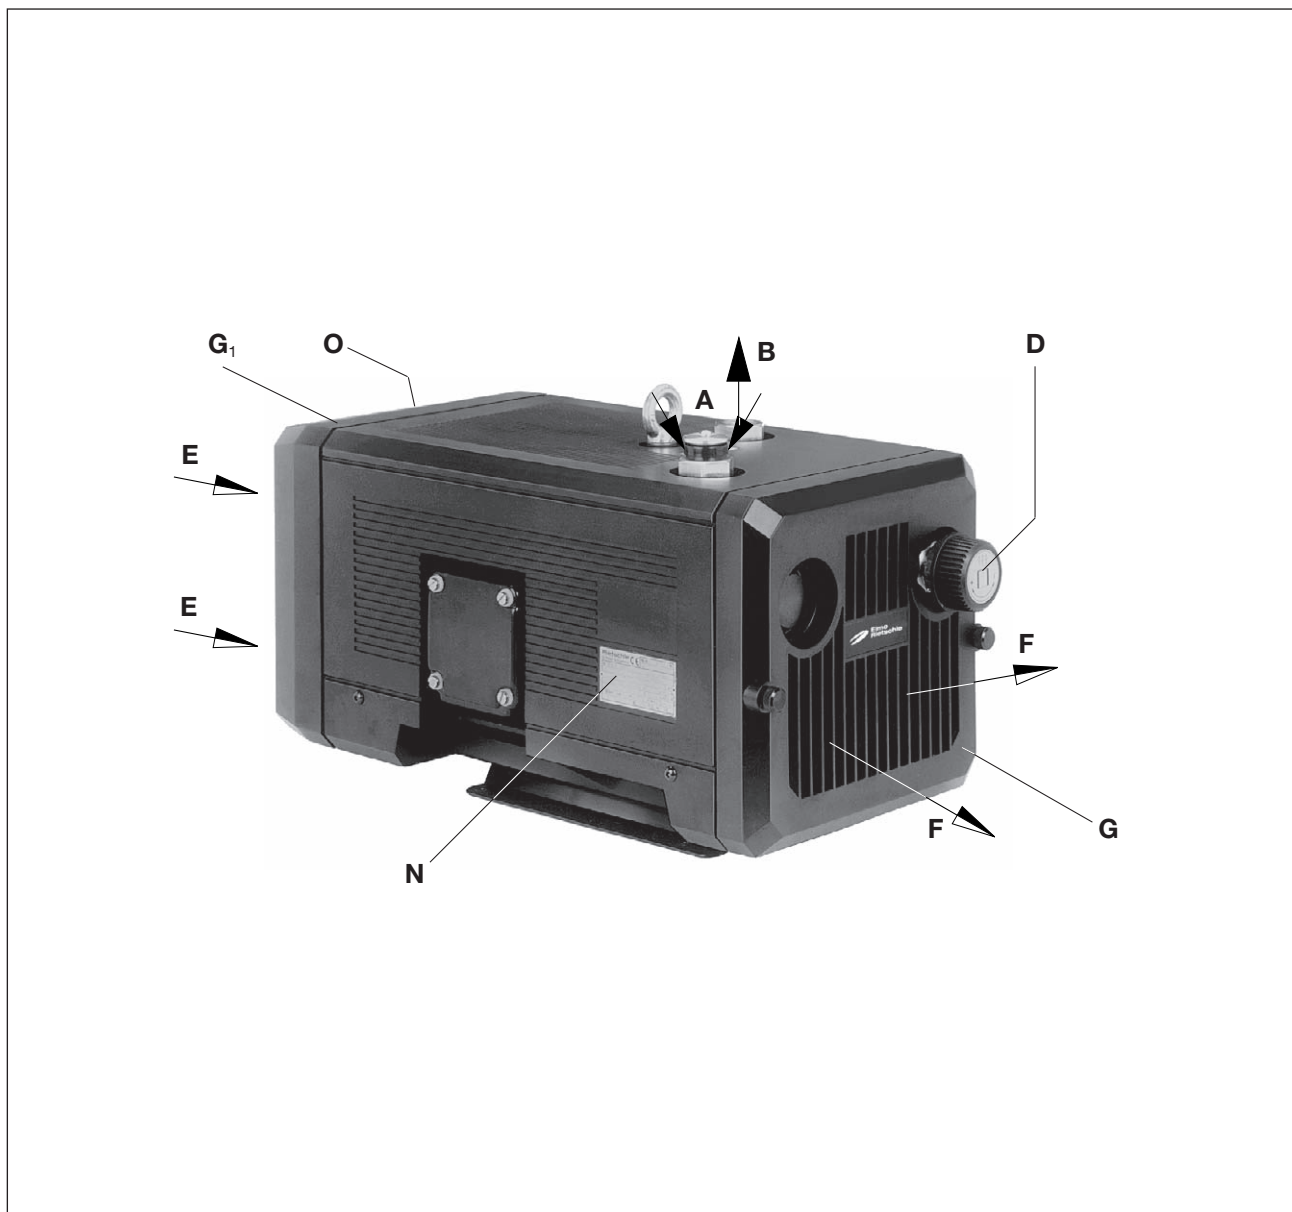
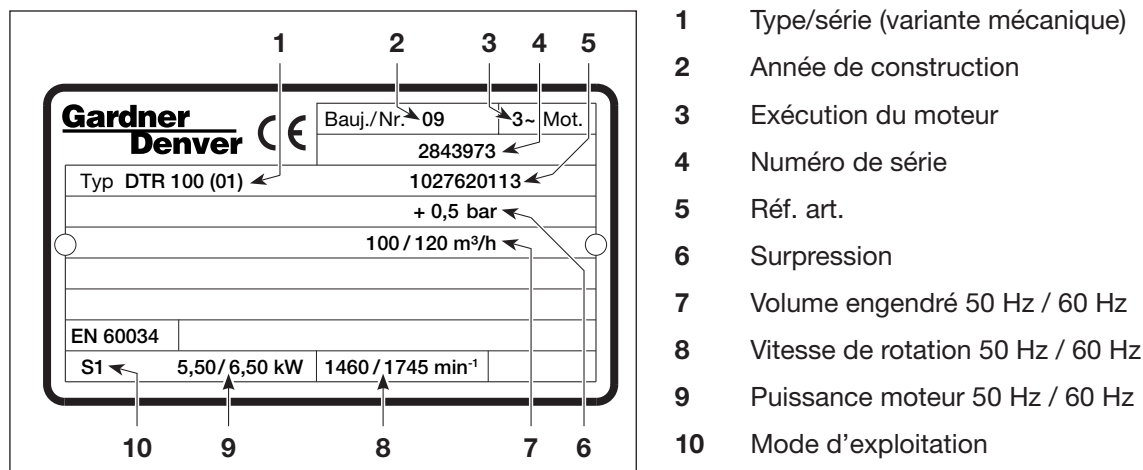

Fig. 2 Compresseur V-DTN
Fig. 3 Etiquette caractéristique (exemple)
Le moteur et le compresseur partagent le même arbre. La valve de réglage (fig. 2/D) permet le réglage de la pression sur les valeurs (plafonnées) désirées.
Les compresseurs à palettes fonctionnant à sec des types V-DTN 6 à V-DTN 40 sont conçus pour produire une surpression allant de 0 à la valeur limite indiquée sur l'étiquette caractéristique (fig. 2/N) (bar). La marche continue est autorisée.
Le démontage de la grille de refoulement (fig. 2/G), de la grille d'aspiration (fig. 2/G₁) et du couvercle de corps (fig. 3/b) aux fins de maintenance nécessite un dégagement d'au moins 30 cm. Il convient également de veiller à ce que les entrées d'air de refroidissement (fig. 2/E) et les sorties d'air de refroidissement (fig. 2/F) soient au moins à 10 cm de la paroi voisine (l'air de refroidissement refoulé ne doit pas être réaspiré).
- a) Raccord de refoulement à (fig. 2/B).
Les plages de surpression se règlent au moyen de la valve de réglage de la pression (fig. 2/D) selon le symbole placé sur le bouton.
- a) Les données électriques du moteur sont indiquées sur la plaque signalétique de l'appareil (fig. 2/N) ou sur celle du moteur. Les moteurs sont conformes à la norme DIN EN 60034 et ils sont exécutés dans la classe de protection IP 55 et la classe d'isolation F. Le schéma de raccordement se trouve dans la boîte à bornes du moteur (ceci ne concerne pas les exécutions avec prise). Vérifier que les données électriques du moteur sont bien compatibles avec le réseau (type de courant, tension, fréquence, intensité admissible).
- ▷ Le sens de rotation préconisé de l'arbre d'entraînement est indiqué par la flèche d'indication du sens de rotation (fig. 2/O).